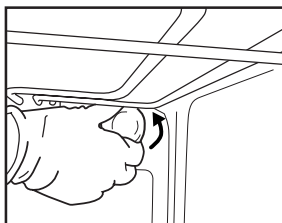
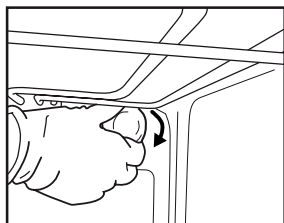

Fig. 6
Fig. 7
2. Skru lampeglasset af (Fig. 6), skift pæren ud (se bemærkningen angående type), og skru lampeglasset på igen (Fig. 7).